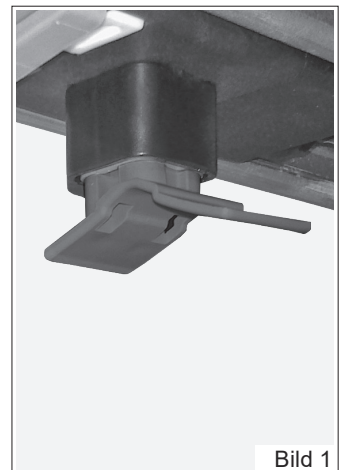
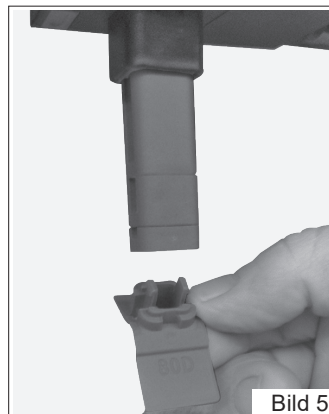
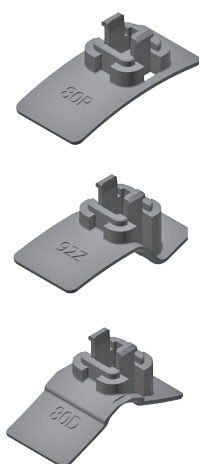

Bild 1
Bild 5
Bild 7
(Bild 1) vorhanden ist!
5.6 Wenn die Option Pakethöhenausgleich gewählt wurde, ist der obere Endpunkt nicht über die manuell einstellbare Endlage des Motors voreingestellt. In diesem Fall ist ein Kunststoffteil am Auflaufpilz des Motors aufgesteckt (Bild 1). Beim Probelauf unbedingt prüfen ob der graue Kunststoffteil (Bild 7) vorhanden ist. Ein Fehlen dieses Teiles hätte die Beschädigung des Behanges zur Folge.
8.3.3 Klipsen Sie den Teil mit der Lamellenform ab und die entsprechenden Verlängerungen auf (verfügbar mit 24 mm, 12 mm, 6 mm). Danach auch den Formteil wieder aufklipsen (Bild 5). Die Formteile sind mit „80R“, „80D“, „92Z“ beschriftet. Die Beschriftung bzw. der längere Schenkel des Formteiles muss in Richtung außen (Straßenseite) zeigen (Bild 7).
8.3.5 Der Teil mit der Lamellenform (Bild 7) darf nicht gänzlich entfernt werden, da kein oberer Endpunkt am Motor eingestellt ist.